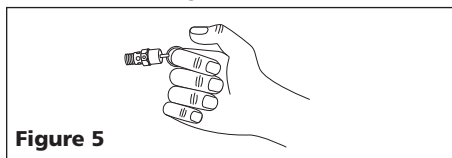

Figure 5
1. Tirer sur l'anneau de la soupape de sûreté et la laisser revenir à sa position normale (Voir Figure 5). Cette soupape relâche l'air automatiquement lorsque la pression du réservoir dépasse le maximum réglé d'avance.